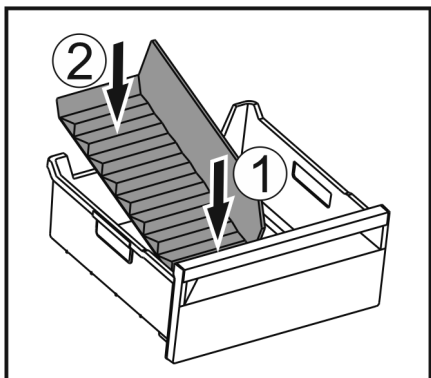

Fig. 174
- Umetnite prednji dio pregrade ladice za led. Fig. 174 (1)
- Spustite stražnji dio pregrade ladice za led do dna ladice. Fig. 174 (2)